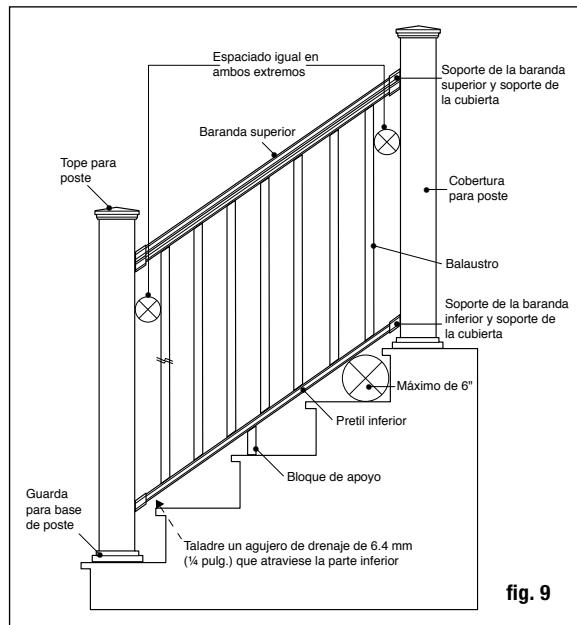
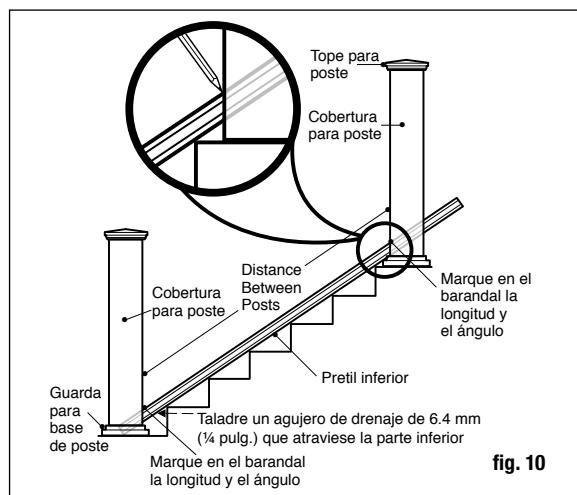

fig. 9
fig. 10
Paso 6 Mida la distancia entre las coberturas de poste instaladas para determinar la longitud de los barandales superior e inferior. Posicione el barandal inferior en los peldaños de la escalera al lado de los postes y ajústelo de modo que la distancia entre el primer agujero de balaustre y el poste sea mayor a 7 cm (2-3/4 pulg.) como mínimo, e igual en ambos extremos (fig. 9). Marque el barandal en la longitud y ángulo apropiado. Corte el barandal inferior. Corte el barandal superior a la misma longitud y ángulo (fig. 10). **Taladre un agujero de drenaje de 6.4 mm (1/4 pulg.) que atraviese la parte inferior del larguero, para evitar la acumulación de agua. Coloque el agujero cerca del extremo inferior del larguero, aproximadamente a 38 mm (1.5 pulg.) del extremo inferior del larguero, para evitar el soporte inferior.**
Paso 7 Coloque las cubiertas de soportes del barandal apropiado y los soportes para escalera en los extremos del barandal inferior. Ponga especial atención a los soportes que utilice, ya que son diferentes dependiendo de si es el barandal superior o inferior y del ángulo hacia arriba o abajo. Determine la posición del bloque de apoyo y fíjelo al barandal inferior. Sostenga el barandal inferior entre los postes en los peldaños de la escalera (fig. 10). Podría necesitar colocar cuñas iguales entre dos rebordes de peldaños para elevar el barandal inferior. Consulte los requisitos en su área. Generalmente, no puede permitirse que pase una esfera de 15.2 cm (6 pulg.) a través del triángulo formado por el barandal inferior, el travesaño y la contrahuella (fig. 9). Centre el soporte de la escalera en el poste. Usando el soporte de escalera como guía, marque las posiciones de los tornillos en la cobertura del poste y en el barandal en ambos extremos. Pretaladre agujeros guía de .32 cm (1/8 pulg.) a través de la cobertura de poste y del barandal. Sujete el soporte de escalera a la cobertura del poste usando los tornillos cuadrados de cabeza plana #8 - 15 x 2" - #2 y luego sujeté el soporte de escalera al barandal usando tornillos cuadrados autorroscantes de cabeza oblea #8-16 x 3/4" - #1.